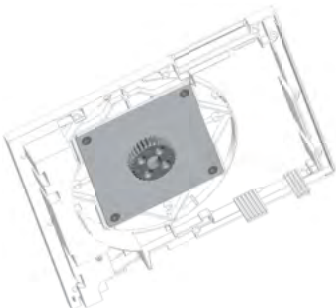
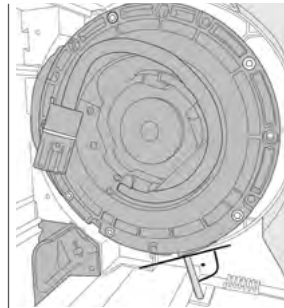

Bild 3.7
Bild 3.8
- 1) Die Adapterplatte ist individuell auf das Kastenkopfstück abgestimmt. Adapterplatte mit geeigneten Schrauben befestigen (Bild 3.7). MAN Rescue auf die Adapterplatte stecken. MAN Rescue nimmt durch die spezifische Adapterplatte automatisch die richtige Position ein. Das Gurtband wird später gerade aus dem MAN Rescue in die Gurtführung gesteckt (Bild 3.8).